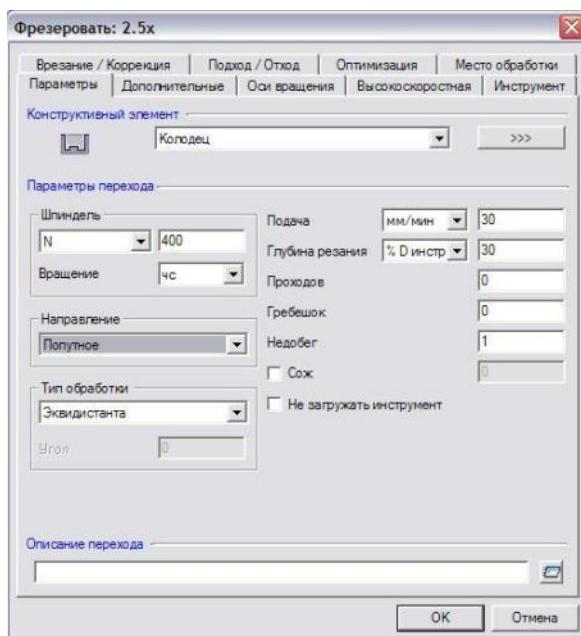

Рисунок 8. Задание параметров фрезерования
- Нажмите кнопку "Фрезеровать 2,5х" на панели "Переходы". Появится диалог "Фрезеровать 2,5х" (рис. 8).